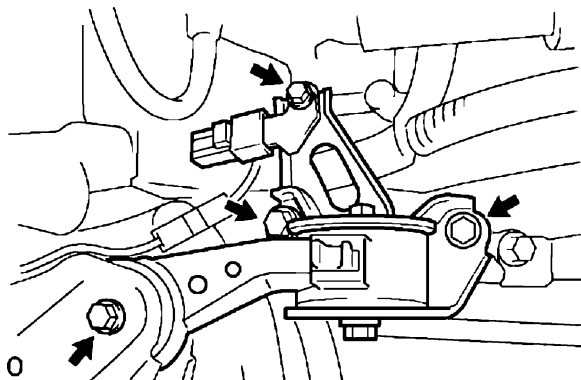

图 24-3 拆卸发动机运动控制杆和支架
- 5) 按照图 24-3 所示, 拆卸发动机运动控制杆和支架。